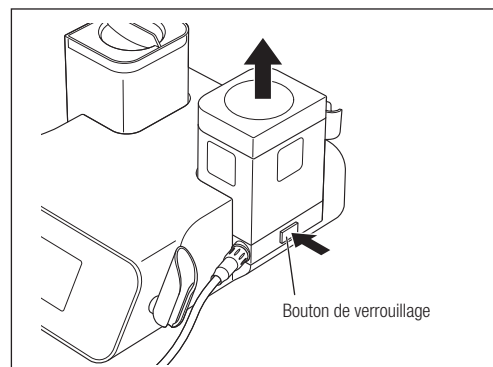

Fig. 41
- 3) Appuyez sur le bouton de verrouillage pour retirer la chambre. Soulevez ensuite la chambre en la maintenant droite (Fig. 41).